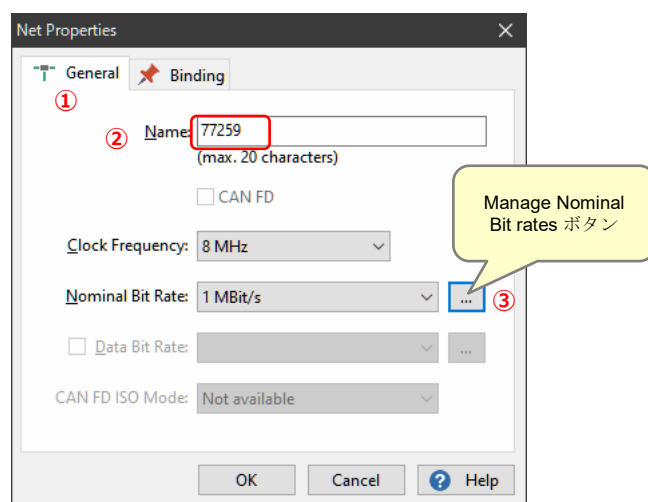

図 3.2-3
Net Properties ウィンドウ（General タブ）が開きます（図 3.2-3 ① 参照）。
Name: に任意の名前を入力します（図3.2-3 ② 参照）。
Nominal Bit Rate: 一番右のManage Nominal Bit ratesボタンをクリックします（図 3.2-3 ③ 参照）。